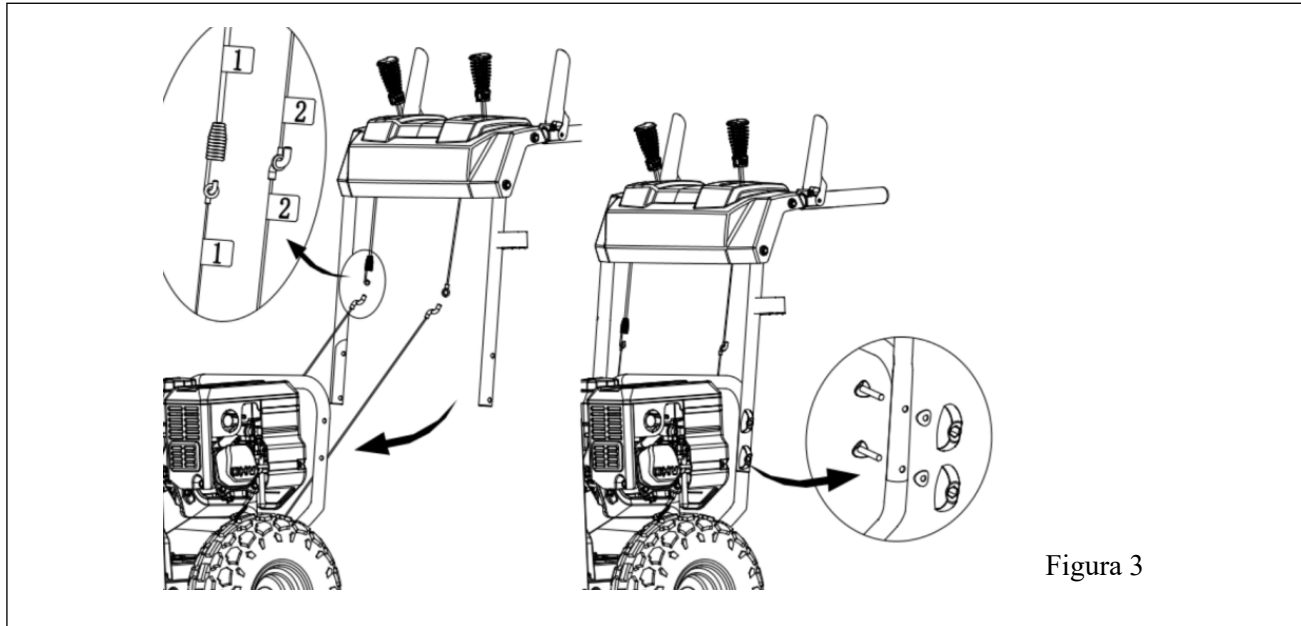

Figura 3
3. ¡MUY IMPORTANTE! *** Al instalar el hardware de ensamblaje, asegúrese de que TODOS los cables estén debajo de los mangos del bastidor (superior e inferior) después de la instalación, como se indica en la Figura 3.
5. Verifique que la conexión para los cables superior / inferior de conducción / barreno sea precisa. (Ver figura 3)